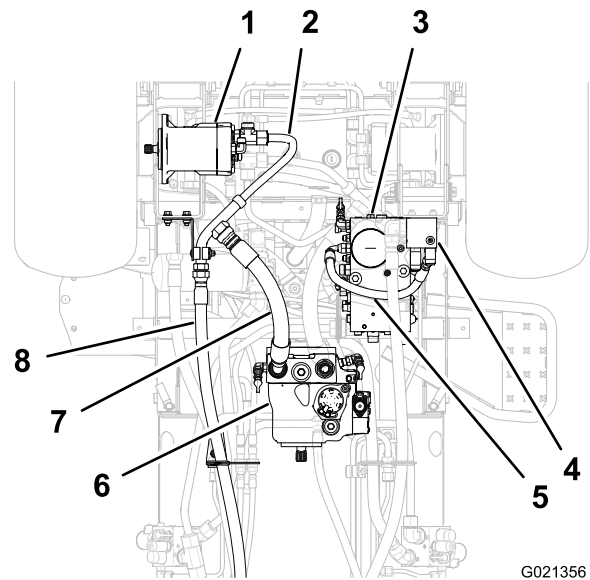

Bild 1
1. Stellen Sie eine Auffangwanne unter das vordere Ende des Hydraulikdruckschlauchs (Bild 1).